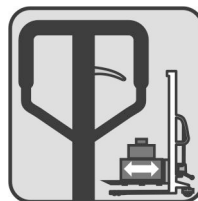

Fig. 4 – Posicionando a alavanca no centro
2) Posicione a alavanca no centro para transportar a carga (fig. 4).